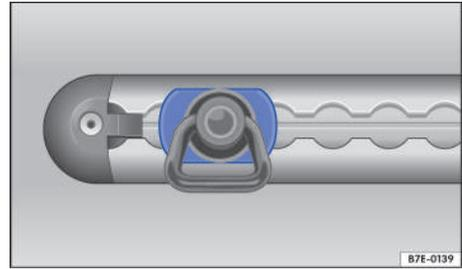

Fig. 121 En la zona de carga: raíl de amarre con argolla de amarre (representación esquemática).
4. Asegúrese de que la argolla haya encastrado correctamente. Los lados de la argolla tienen que estar en posición horizontal → fig. 121.